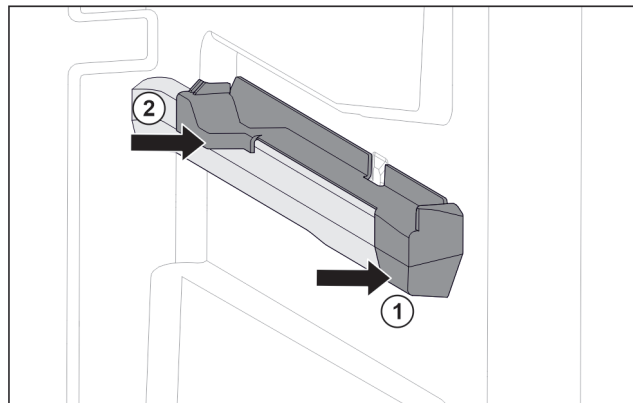

Fig. 80 Piesă de fixare pe nervura din dreapta a recipientului
- ▶ Așezați piesa de fixare în față pe nervura recipientului. Fig. 80 (1)
- ▶ Apăsați piesa de fixare spre spate. Fig. 80 (2)